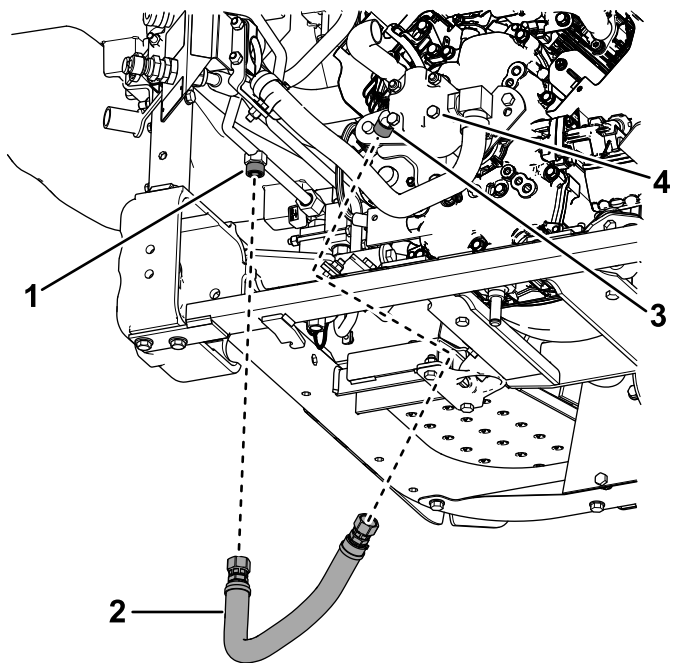
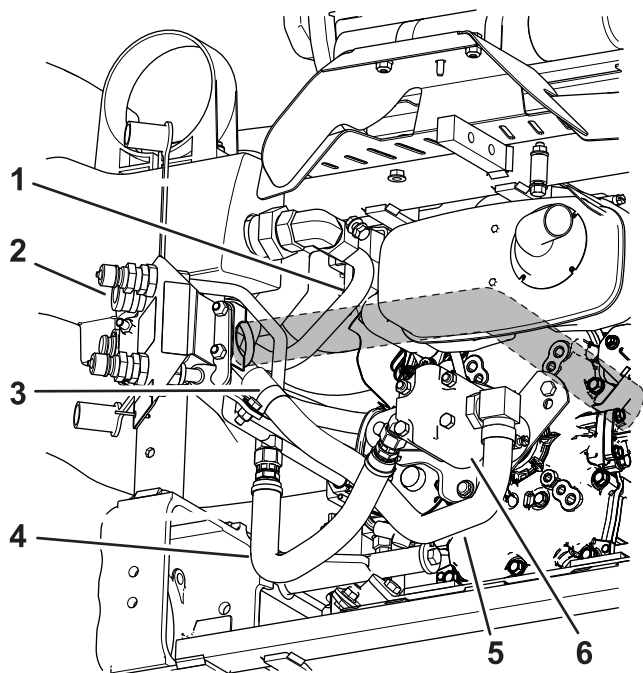

图 29
图 30
6. 将 R 形夹安装到大液压软管上如 图 27 和 图 30 中所示。
9. 将带接头的液压软管安装到已连接至液压泵的 45 度弯头图 29 和 图 30。
10. 请参见图 30 了解前往液压泵的软管和液压管线的正确位置。